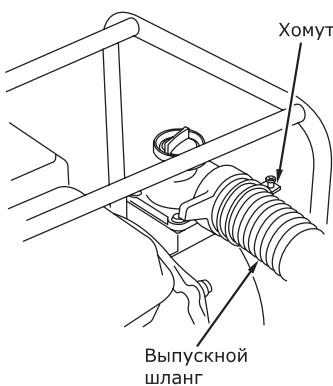

Рис. 11
- Подсоедините выпускной рукав к патрубку при помощи зажимного кольца и хомута (рис. 11).